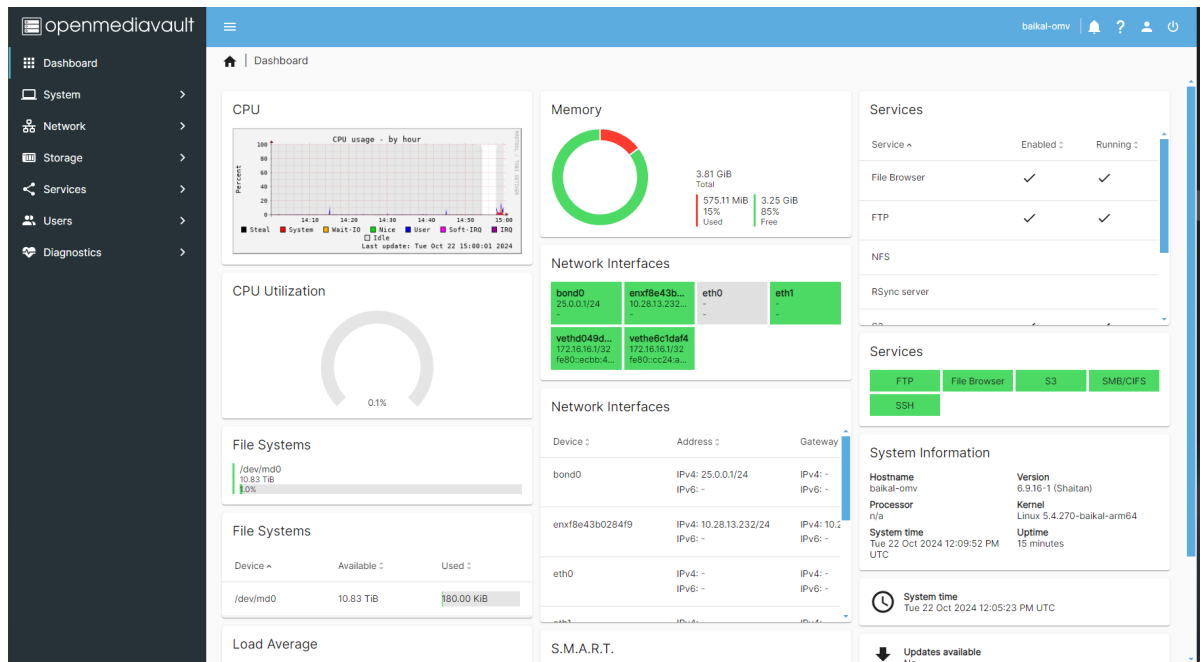

Рис. 49. Окно «Dashboard»
- 1) Во вкладке «Dashboard» отображается общая информация о сетевом хранилище. Окно «Dashboard» показано на рис. 49 Окно «Dashboard».